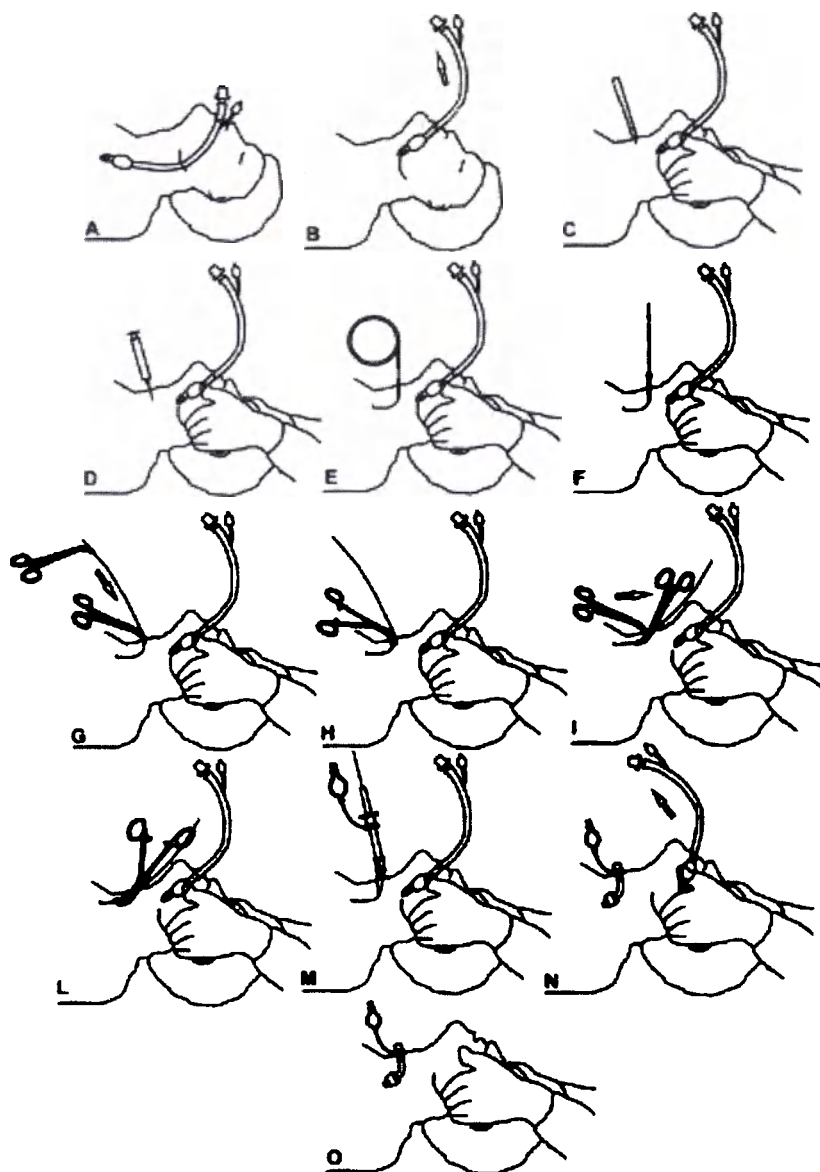

Рисунок 1 – Этапы выполнения процедуры трахеостомии
- Поместить пациента в положение для проведения трахеостомии. Подложить подушку под плечи пациента, чтобы полностью вытянуть голову и шею (см. рис. 1, блок А).
- Снять манжету с эндотрахеальной трубки и переместить ее в обратную сторону, пока манжета не окажется на высоте отверстия голосовой связки (см. рис. 1, блок В). При необходимости повторно накачать манжету.
- С помощью скальпеля сделать вертикальный разрез на расстоянии 7 мм от нижнего края перстневидного хряща вниз по средней линии (см. рис. 1, блок С).
- Присоединить шприц, наполовину заполненный физиологическим раствором, к игле 16 G и вставить между первым и вторым трахеальным кольцом или между вторым и третьим трахеальным кольцом, направляя иглу по средней линии в задне-каудальном направлении (см. рис. 1, блок D).
- Вставить металлический проводник через трубку иглы (см. рис. 1, блок E).
- Удерживая проводник в заблокированном положении, расширить место первоначального доступа к трахее, переместив дилататор 14 Fr вперед по проводнику легким вращательным движением (см. рис. 1, блок F), предварительно смазав его.
щипцов (см. Рис. 1, блок G).
- Переместить расширительные щипцы вперед по проводнику до передней стенки трахеи. Расширить ткани, предшествующие трахее, открыв щипцы и извлечь их в открытом положении (см. рис. 1, блок H).
- Поместить расширительные щипцы на проводник и ввести их через стенку трахеи. Во время введения, чтобы адаптироваться к анатомии, следует поднять рукоятку щипцов вертикально так, чтобы рабочая часть располагалась вдоль трахеи (см. рис. 1, блок I).
- Расширить трахею, открыв щипцы. Снять щипцы, удерживая их в открытом положении (см. рис. 1, блок L).
- Ввести интродьюсер через направляющий катетер (при наличии) и проводник. Ввести трахеостомическую трубку в трахею (рис. 1, блок H)
- Проверьте правильность установки трахеостомической трубки и извлеките эндоскоп, сдуйте манжету эндотрахеальной трубки и извлеките ее (см. рис. 1, блок I).
- После подключения трахеостомической трубки к аппарату ИВЛ надуть манжету (см. рис. 1, блок L).